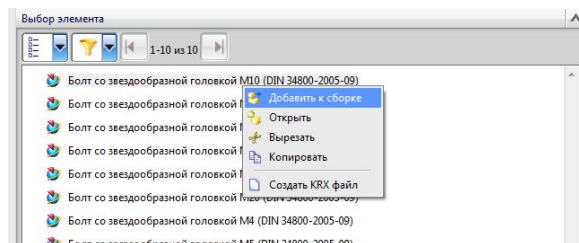

Рис. 35
4. Для добавления компонента к сборке необходимо перетащить данный объект в сборку или правой кнопкой по компоненту и нажать **Добавить к сборке** (рис.35).